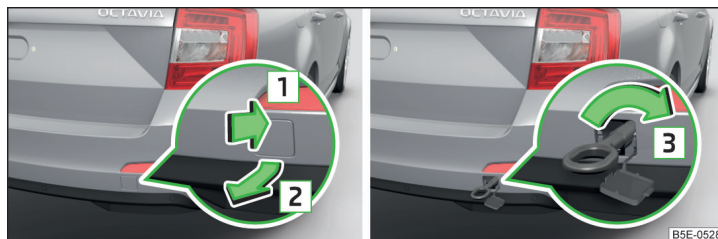
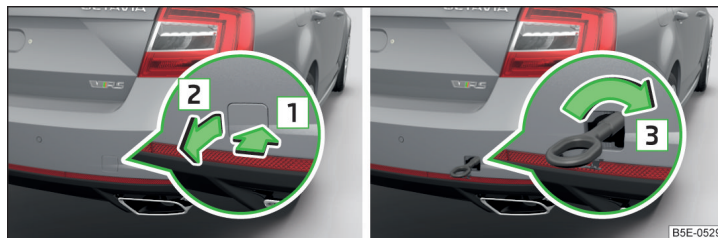

Fig. 221 Demontarea capacului / montarea cârligului de tractare - varianta 1
Fig. 222 Demontarea capacului / montarea cârligului de tractare - varianta 2
- Apăsați capatul de protecție în sensul săgeții » fig. 221, respectiv » fig. 222.
➤ Înșurubați manual cârligul de tractare, în sensul săgeții **3** » fig. 221, respectiv » fig. 222 până la limită » **!**.